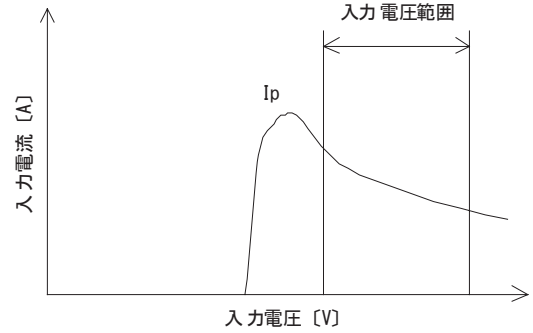
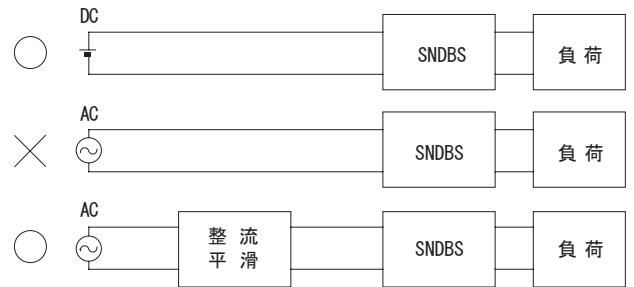

図3.2 入力電流特性
図3.3 AC入力での使用
- 入力電源にはDC-DCコンバータ立上げ時の電流 I_p （図3.2）を考慮した、充分余裕のある電源を設定してください。
(3) AC入力での使用
- SNDBSシリーズはDC入力専用です。ACでの使用時は、電源入力に整流平滑回路を接続してください（図3.3）。
(4) 逆接続の防止